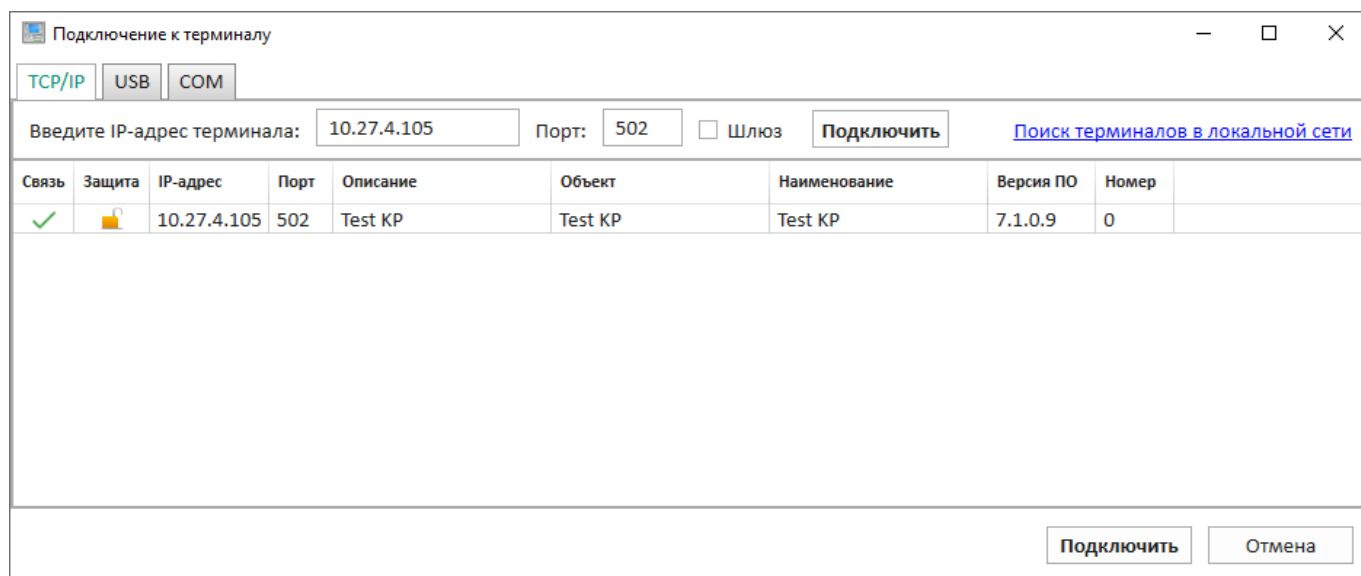

Рисунок 1
После запуска программы Smart Monitor на экране отображается окно **Подключение к терминалу**. Окно (рисунок 1) состоит из трех вкладок:
– TCP/IP. Данная вкладка позволяет подключиться к устройству через Ethernet автоматически или вручную, также можно выбрать из списка ранее подключаемых устройств. Для подключения вручную необходимо ввести IP-адрес устройства и нажать на кнопку **Подключить**. Для автоматического подключения необходимо нажать на **Поиск терминалов в локальной сети**, из появившегося списка выбрать необходимое устройство и нажать на кнопку **Подключить** (рисунок 1);